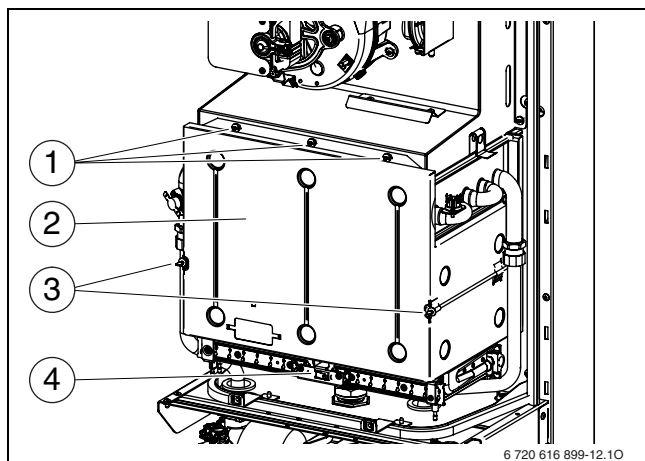

Fig. 55 Ouvrir la chambre de combustion
- Dévisser les trois vis du haut (→ fig. 55, [1]) et les deux vis du bas [3].
- Retirer la chambre de combustion (→ fig. 55).